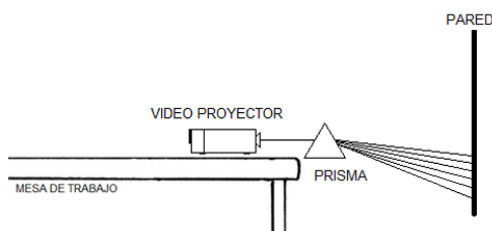

Figura 2: Dispersión de luz blanca
3. Ubicar correctamente el retroproyector para que la luz blanca incida sobre la pared. Ver Figura 2.